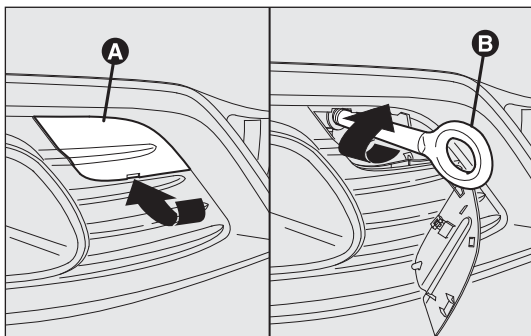
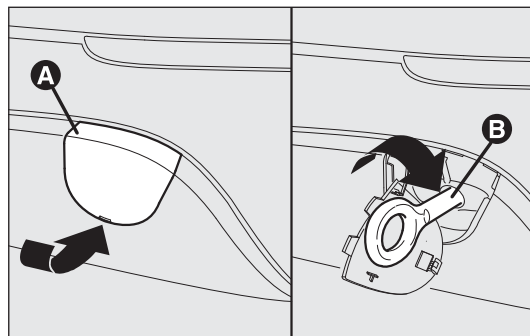

рис. 173
рис. 174
- плотно прикрутите кольцо к резьбовому стержню сзади – рис. 173 или спереди – рис. 174 автомобиля.